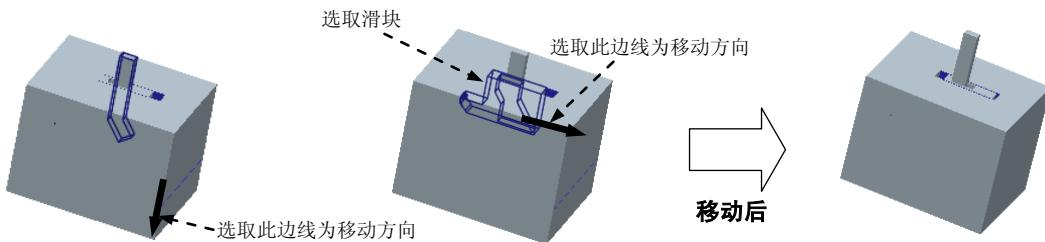

图 26.32 移动弯杆和滑块
(1) 选择 **模具** 功能选项卡 **分析** ▾ 区域中的 命令。系统弹出 **MOLD OPEN (模具开模)** 菜单管理器。
(2) 在系统弹出的“菜单管理器”菜单中选择 **Define Step (定义步骤) → Define Move (定义移动)** 命令。
(3) 选取要移动的弯杆。
(4) 在系统的提示下,选取图 26.32 所示的边线为移动方向,然后在系统的提示下输入要移动的距离值-42。
(5) 在 **▼ DEFINE STEP (定义步骤)** 菜单中选择 **Define Move (定义移动)** 命令。
(6) 选取要移动图 26.32 所示的滑块。
(7) 在系统的提示下,选取图 26.32 所示的边线为移动方向,然后在系统的提示下输入要移动的距离值 12。
(8) 在 **▼ DEFINE STEP (定义步骤)** 菜单中选择 **Done (完成)** 命令,移出后的状态如图 26.32 所示。